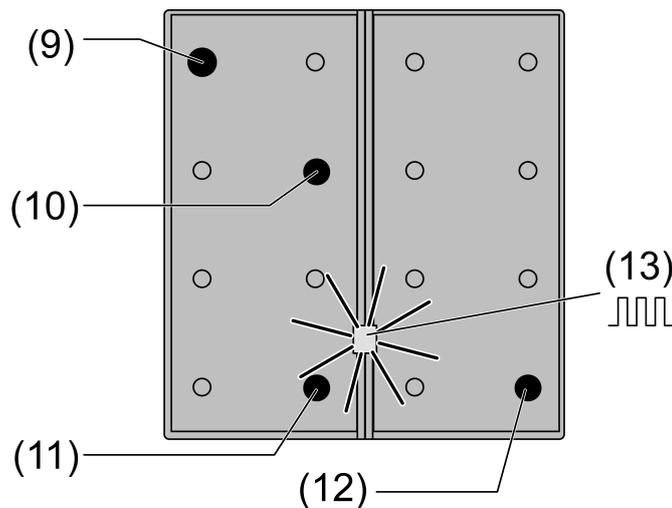

рисунок 3: Активация режима программирования
- В зависимости от версии устройства (1...4 кнопки) нажмите и удерживайте кнопку сверху слева и кнопку снизу справа (см. рисунок 3).
- В зависимости от версии устройства (1...4 кнопки) нажмите кнопку сверху слева и кнопку снизу справа (см. рисунок 3) и удерживайте нажатой > 5 секунд до тех пор, пока светодиодный индикатор режима работы не начнет быстро мигать (ок. 4 Гц).